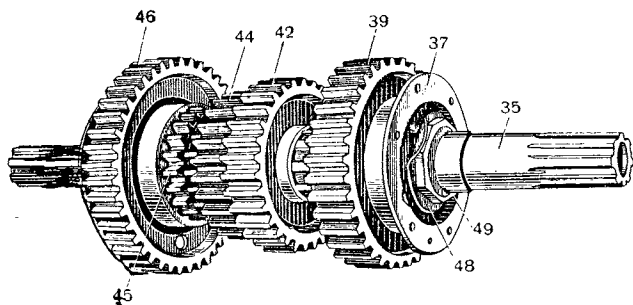

Рис. 158. Главный вал в сборе:
**Главный вал** (рис. 158) стальной шлицеванный.